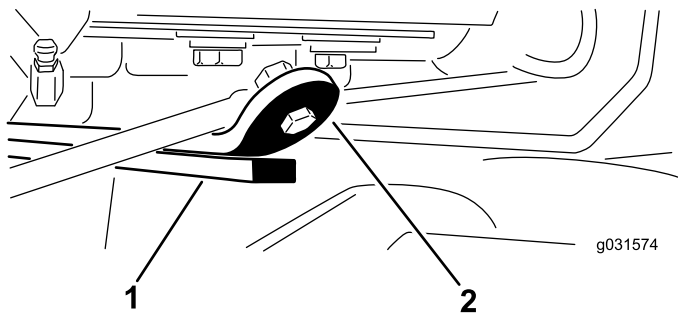

Figura 16
3. Arranque el motor, eleve las unidades de corte y compruebe que la holgura entre la pletina que está encima de la barra de desgaste de la unidad de corte trasera y la pletina de amortiguación es de 0,51 a 2,54 mm, tal y como se muestra en la Figura 16.